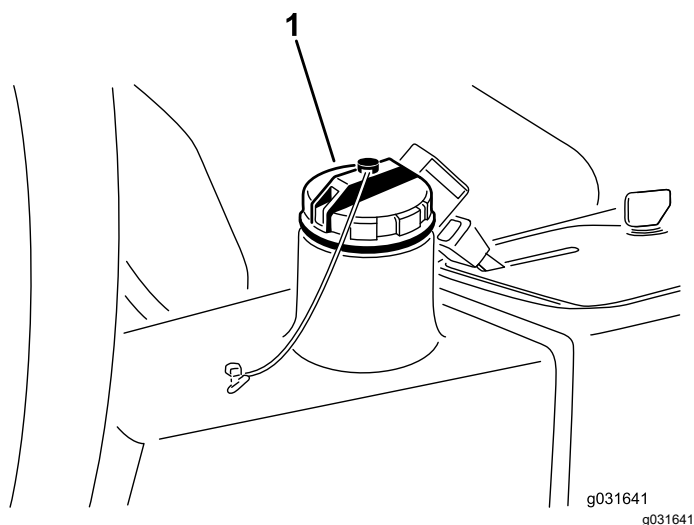

Figura 66
4. Riempite il serbatoio idraulico (Figura 66) con circa 13,2 litri di fluido idraulico; vedere Verifica dell'impianto idraulico \(pagina 56\).